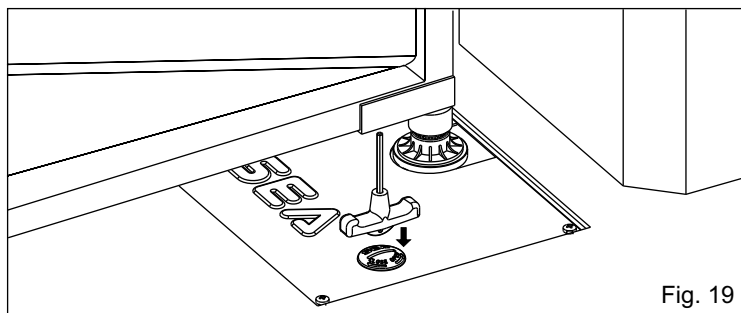

Fig. 19
- Utiliser le dos de la clef fournie pour ouvrir le bouchon du déverrouillage qui protège le rallonge installé en avant (Fig. 19).